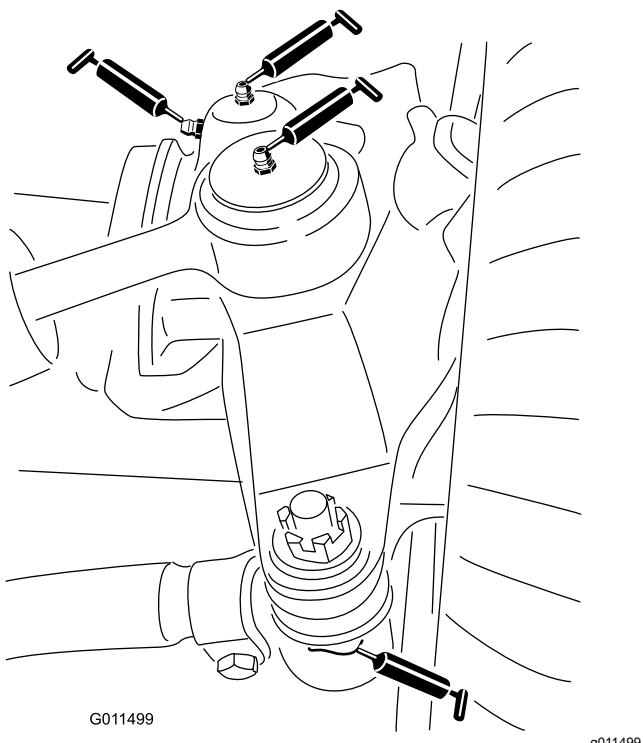

**Bild 76**
- Zwei Drehbüchsen an der Vorder- und Hinterachse (Bild 76)